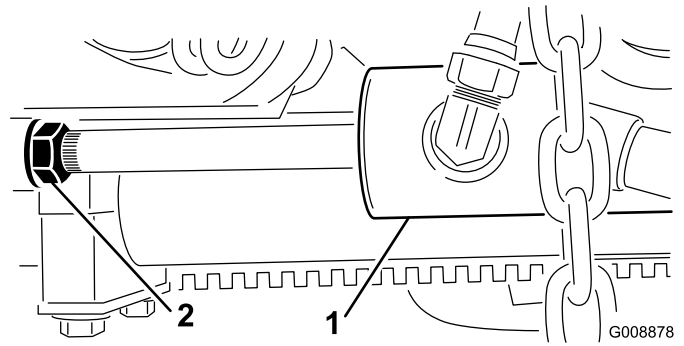

Figura 10
- B. Allentate il controdado sul cilindro (Figura 10).